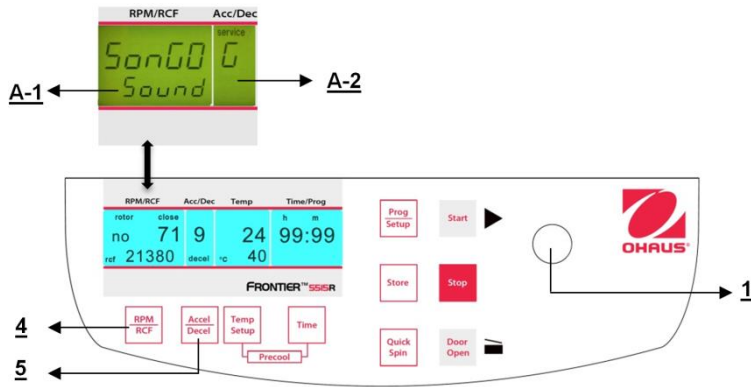

Figure. 34
Poursuivre conformément à la description du paragraphe 4.1.1 pour entrer dans ce mode de programme et appuyer ensuite sur la touche "Accel/Decel" (5). Sur l'affichage "Acc/Dec" (A-2), le mot "Service" clignote. Sélectionner maintenant la lettre "G" avec le bouton de réglage (1). Ceci entraîne l'apparition des mots "SonGo/Sound" sur l'affichage "RPM | RCF" (A-1). Après avoir appuyé sur la touche "RPM | RCF" (4), il est possible de sélectionner une sonorité avec le bouton de réglage (1). (voir la figure 34)